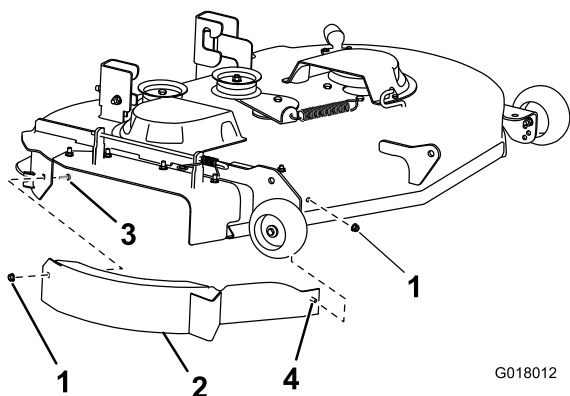

Figure 2
9. Fixez le déflecteur sur le côté droit du tablier de coupe avec un boulon de carrosserie (5/16 x 3/4") et 2 écrous à embase (5/16"), comme illustré à la Figure 2.